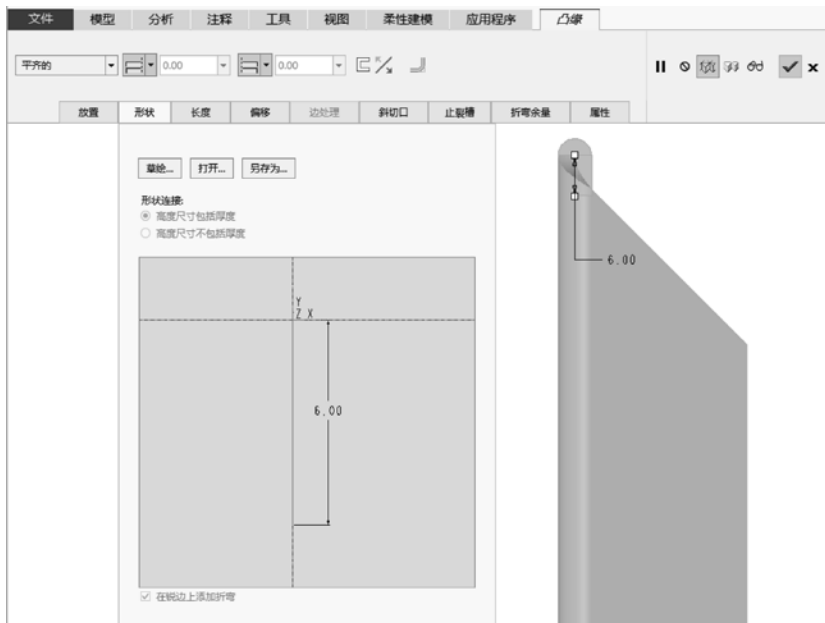

图 5-95 “轮廓”上滑面板
- (3) 在“凸缘”选项卡中打开“形状”面板，输入图 5-95 所示的轮廓形状尺寸。